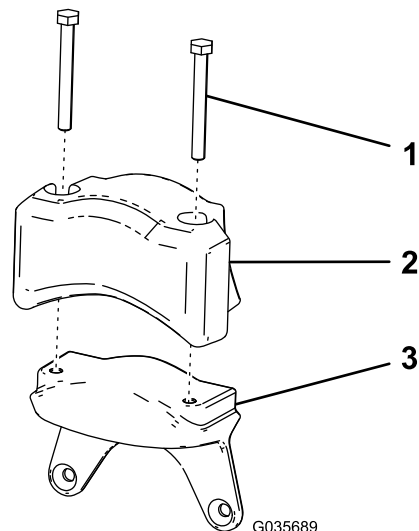

Figure 9
1. Montez sur la nouvelle masse le contrepoids électrique et les 2 vis (5/16" x 2 3/4") que vous avez retirés à l'opération 5 de 2 Préparation de l'unité de coupe (page 2) (Figure 9).